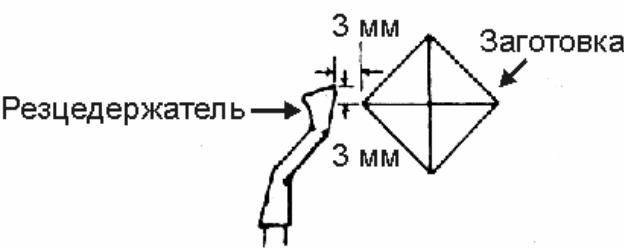

Рис. 5.
- 9.5.3. Отрегулируйте резцедержатель приблизительно на 3 мм от углов заготовки и на 3 мм над линией (Рис.5). Заблокируйте опору резцедержателя и резцедержатель.